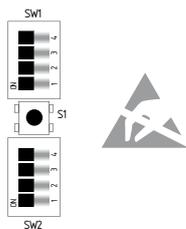

Fig. 3
**Configuración del tiempo (véanse figs. 3 y 4)**
- Los interruptores DIP se encuentran debajo de la cubierta frontal del relé de seguridad (véase fig. 3 y 4).